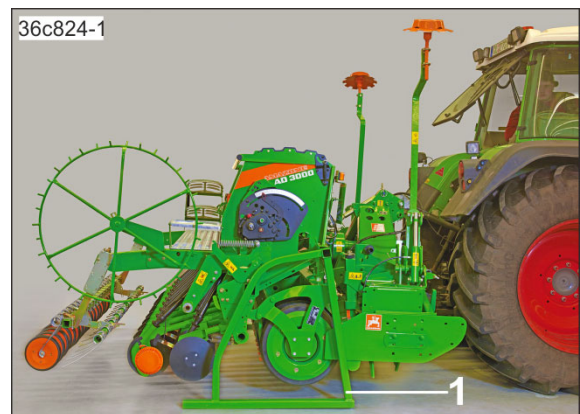

Fig. 119
9. Relever légèrement la combinaison et enficher les béquilles (Fig. 119/1) dans les tubes carrés du semoir compact.